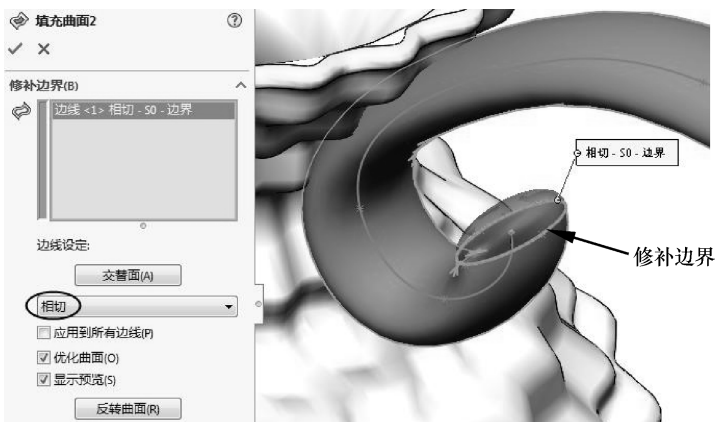

图 4-131 创建填充曲面
- 21 利用【填充曲面】工具, 填充扫描曲面 4 的两个端口, 填充其中一个端口的操作如图 4-131 所示。同理, 完成另一端口的填充。